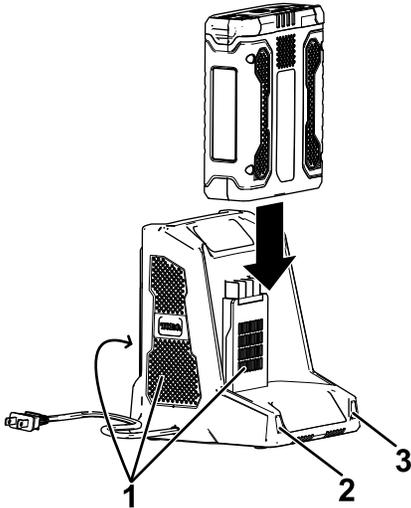

Figura 24
5. Introduzca la batería en el cargador hasta que esté completamente asentada (Figura 24).